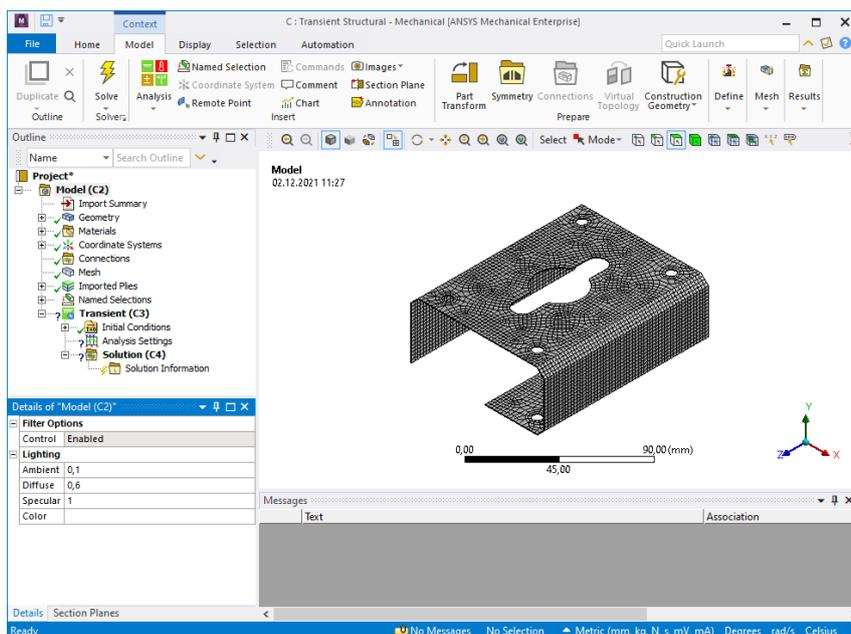

Рис. 25. Окно Mechanical
15.1. В окне *Workbench* дважды нажимаем на *Model* в блоке *Transient Structural*. После этого перед нами появится окно, представленное на рис. 25.